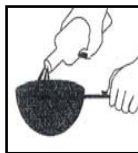

Fig. 8
3. Rempissez de nouveau le réservoir avec l'huile en la faisant passer à travers une petite passoire métallique ou un filtre en papier. (Fig. 8)